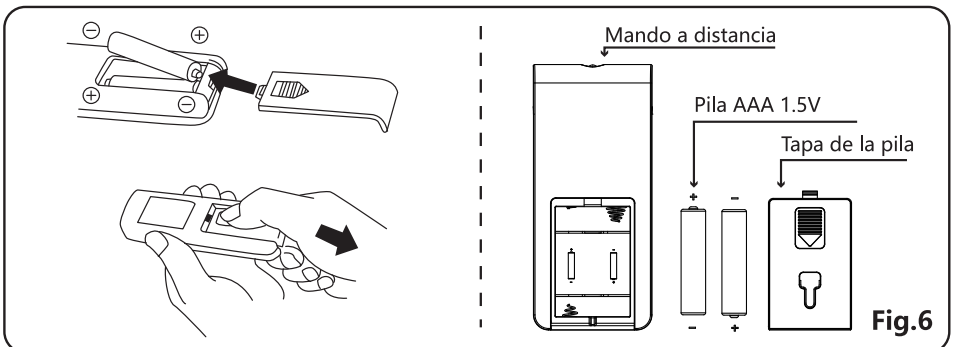

Fig.6
(1) Deslice la tapa del compartimento de las pilas hacia atrás.
(2) Introduzca las pilas y asegúrese de que estén colocadas como se muestra en la Fig. 6.
(3) Vuelva a colocar la tapa del compartimento.